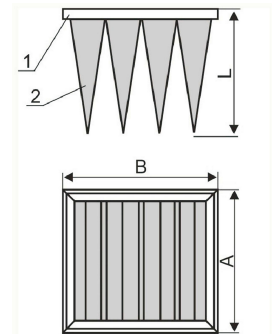

Рис. 1 Схема фильтра ФЯК.
Фильтры (рис. 1) состоят из металлической или пластиковой рамки (1) и фильтрующего материала, соединенного в виде карманов (2). Противоположные поверхности карманов стянуты ограничителями, что препятствует их сильному раздуванию и слипанию смежных карманов. Фильтры ФЯК также могут устанавливаться в секцию карманных фильтров типа СКФ.